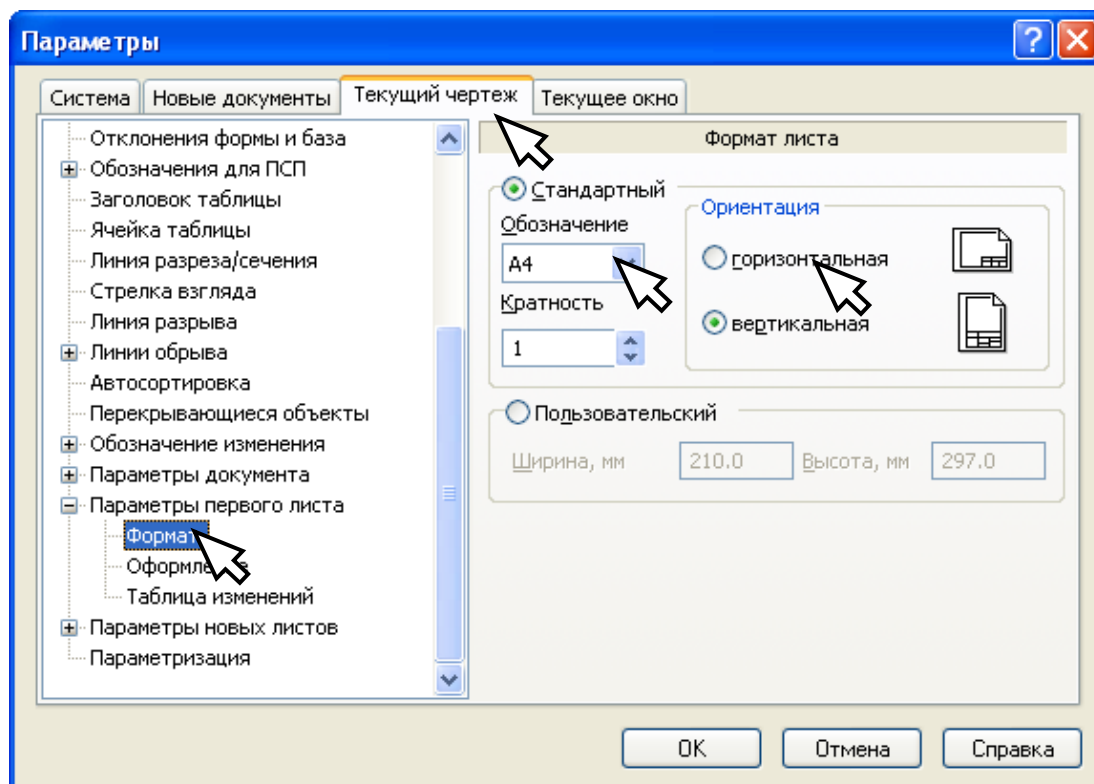

Рис.9.25. Диалоговое окно параметры.
b. На экране появится диалоговое окно и по умолчанию будет выбрана закладка Текущий чертеж (рис.9.25).
- f. Для смены стиля основной надписи в списке разделов в левой части окна выберите Параметры первого листа – Оформление (рис.9.25).